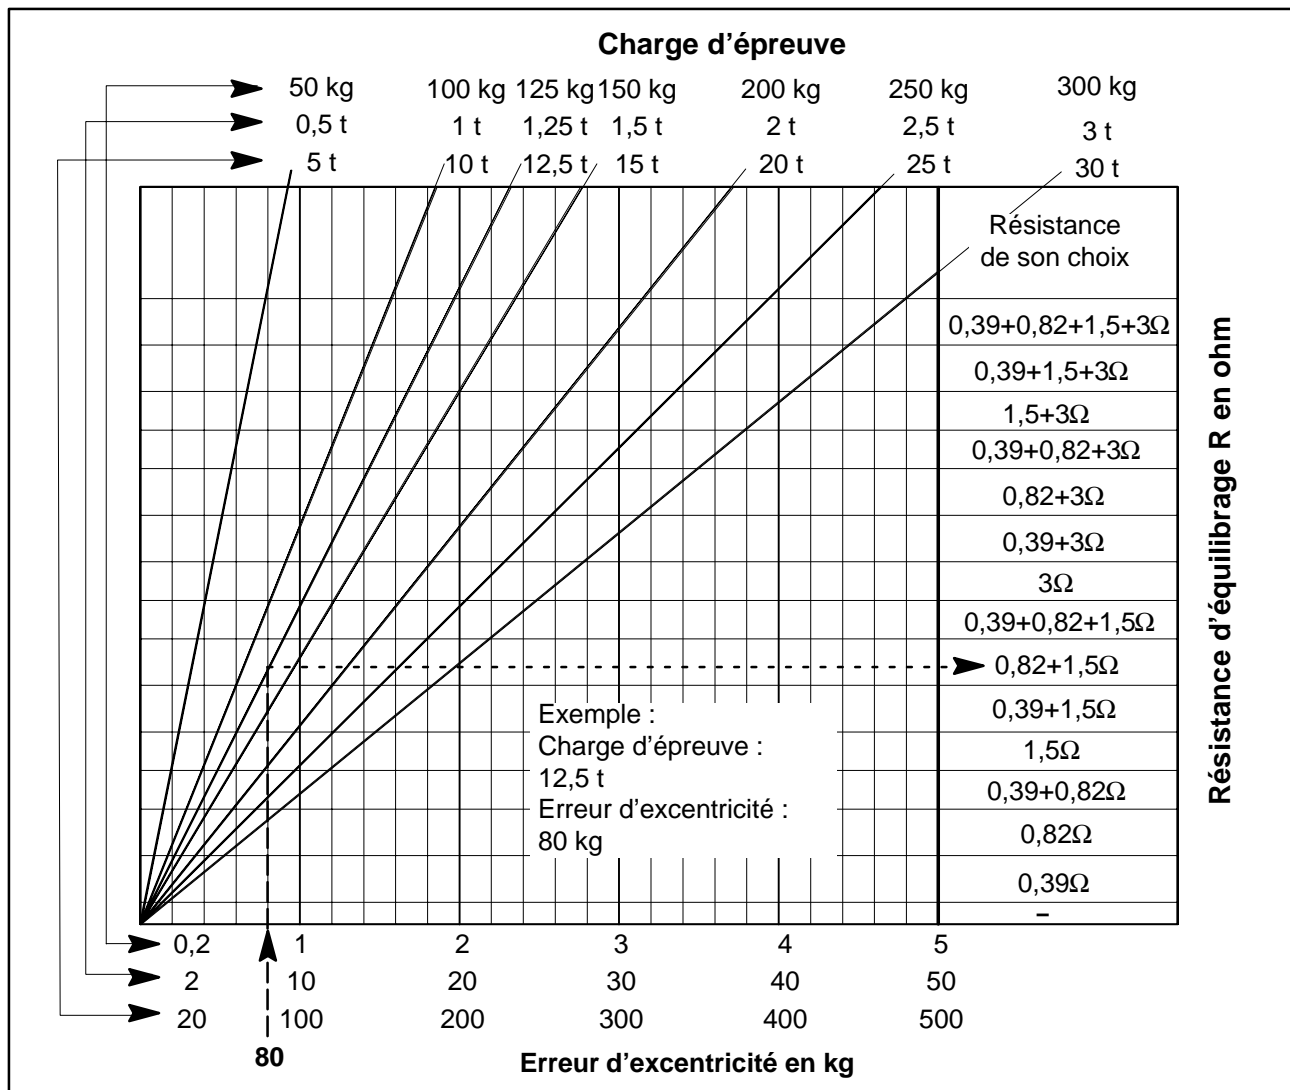

Fig. 6.2: Equilibrage des charges d'angle pour pesons de 350 Ω
- Le graphique (Fig. 6.2) est divisé en trois plages de charges d'épreuve. Sélectionner les charges d'épreuve utilisées (50 kg...30 t) dans la ligne correspondante. En partant de la différence d'erreur d'excentricité calculée (axe X), on recherche l'intersection avec la charge d'épreuve. On peut alors lire sur l'axe Y la résistance et la combinaison la mieux adaptée. Les valeurs de résistance indiquées ici s'appliquent à des pesons de 350 Ω (voir tableau dans le couvercle du VKK...).
Dans l'exemple choisi, le peson 3 présente une erreur d'excentricité de 80 kg, ce qui donne une résistance d'équilibrage de 1,5+0,82 Ω (voir Fig. 6.2).